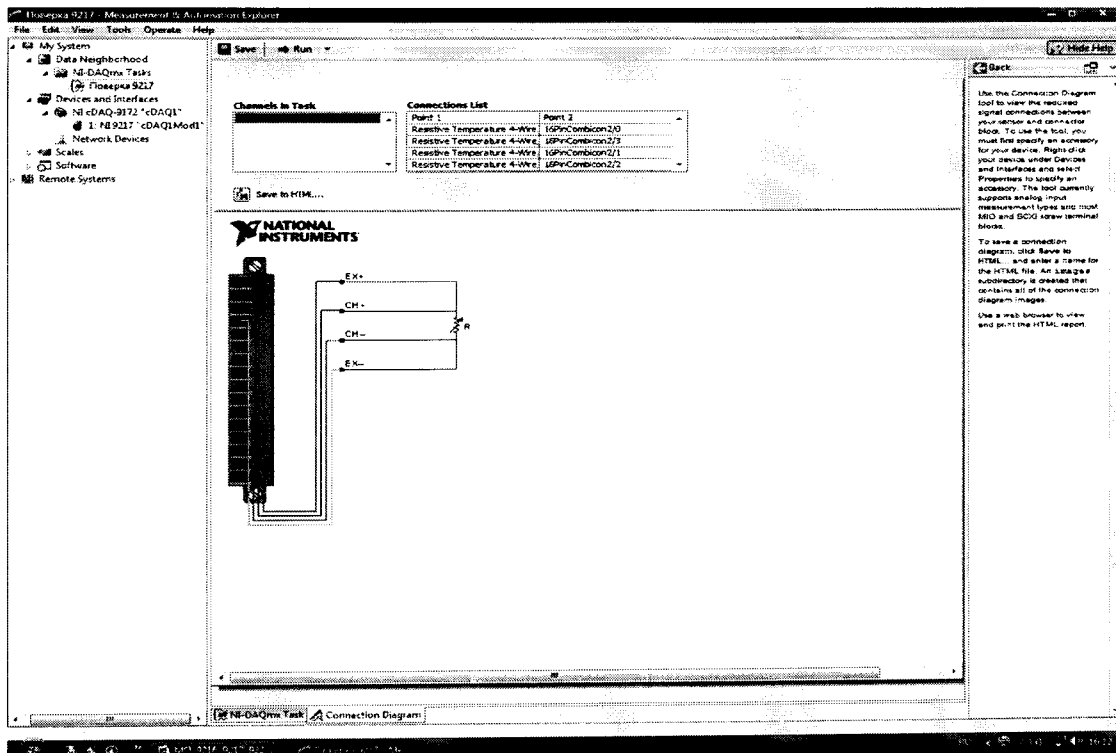

Рисунок 5.
7.3.4 Перейти во вкладку «Connection Diagram» (рисунок 5). Соединить с помощью проводов в соответствии со схемой соединений, отображаемой в окне программы, клеммы соответствующих декад магазина сопротивления с контактами терминального блока.